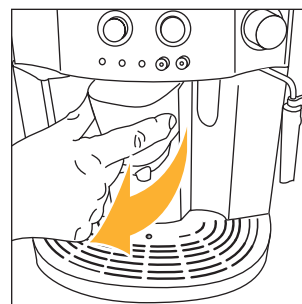

Fig. 15
BEMÆRK 7 : maskinen tæller det antal kopper kaffe, der bliver brygget. Kontrollampen  tændes efter hver 14. enkelt kop kaffe (eller 7. dobbelt kopper kaffe), for at vise at kaffegrumsbeholderen er fuld og skal tømmes og renses. Så længe rensning af kaffegrumsbeholderen ikke foretages, bliver kontrollampen ved med at være tændt, og maskinen kan ikke brygge kaffe. For at kunne foretage rengøringen skal lågen på bagsiden åbnes ved at trække i vandudløbsrøret (fig. 15); kontrollampen  tændes og blinker (jvf. par. 12 punkt 9); træk dråbeopsamlingsbakken ud (fig. 16) tøm den og rens den. Udtøm og rens kaffegrumsbeholderen omhyggeligt idet du sørger for at fjerne alle eventuelle aflejringer på bunden. Tør også eventuelle kondensdryp op, der har lagret sig inden i maskinen, under dråbeopsamlingsbakken.
- Åpne den lille døren (fig. 15).